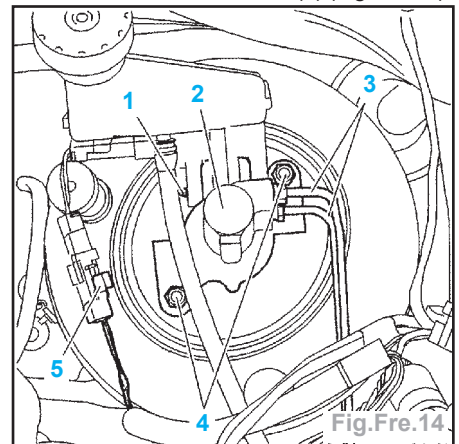

Fig.Fre.14
- Débrancher le connecteur (5) (Fig.Fre.14).